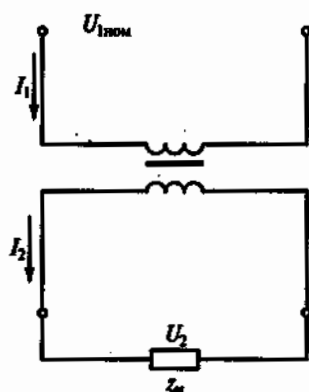

Рис. 175
6.36.Р. В однофазном трансформаторе (рис. 175) $S_{ном} = 12 \text{ кВ} \cdot \text{А}$, $U_{1ном} = 220 \text{ В}$, $U_{2ном} = 22 \text{ В}$. Магнитные потери составляют 1% от $S_{ном}$; номинальные электрические потери равны 3% от $S_{ном}$. Каковы коэффициент трансформации K , номинальные первичный $I_{1ном}$ и вторичный $I_{2ном}$ токи и КПД трансформатора η при нагрузке $\beta = 0,5$ и $\cos \varphi_2 = 1$. (Указать неправильный ответ.)